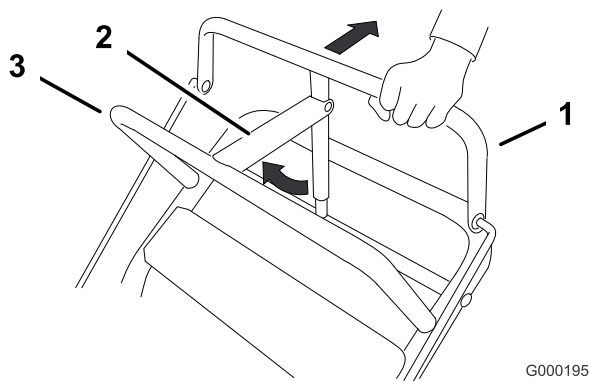

Figure 7
1. Tirez la barre de commande supérieure en arrière (Figure 7) et maintenez-la dans cette position.
2. Soulevez le levier du frein de stationnement (Figure 7) et relâchez progressivement la barre de commande supérieure. Le levier du frein doit rester bloqué (verrouillé) en position.